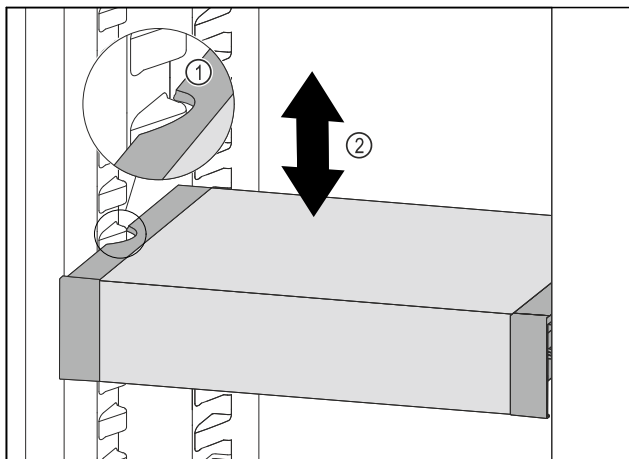

Fig. 75
- ▶ Trageți în față VarioSafe, până când degajările laterale ale VarioSafe se află la înălțimea nervurii recipientului din frigider. Fig. 75 (1)
- ▶ Mișcați în sus sau în jos VarioSafe în frigider, până când este atinsă înălțimea dorită. Fig. 75 (2)